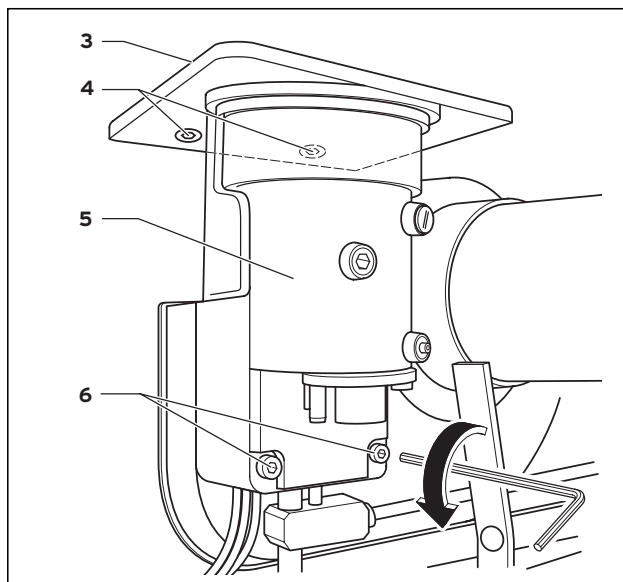

Abb. 8.5 Düsenstock-Gehäuse entfernen
- Entfernen Sie den Elektronikhalter (1) vom Düsenstock-Gehäuse (5) (siehe Abb. 8.5) durch Lösen der Schraube (2).